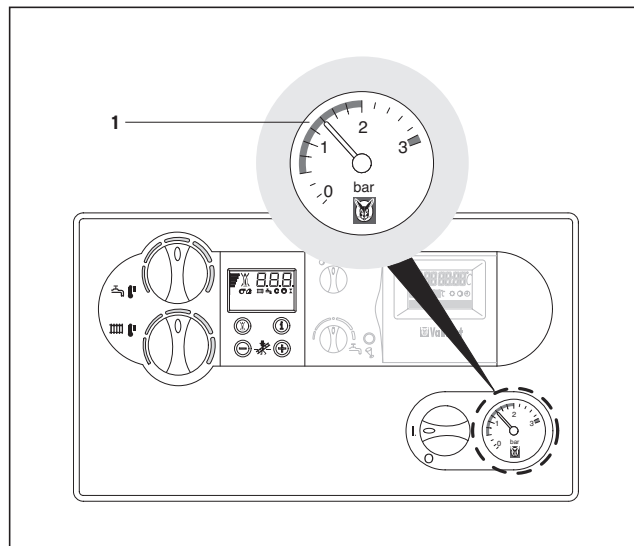

Fig. 3.19 Umplerea aparatului/instalației de încălzire
Pentru o exploatare a instalației de încălzire în condiții optime, indicatorul manometrului (1) trebuie să se situeze între 1,0 și 2,0 bar presiune de admisie când instalația este rece (fig. 3.19). Dacă acesta este sub 0,8 bar, completați cu o cantitate corespunzătoare de apă.